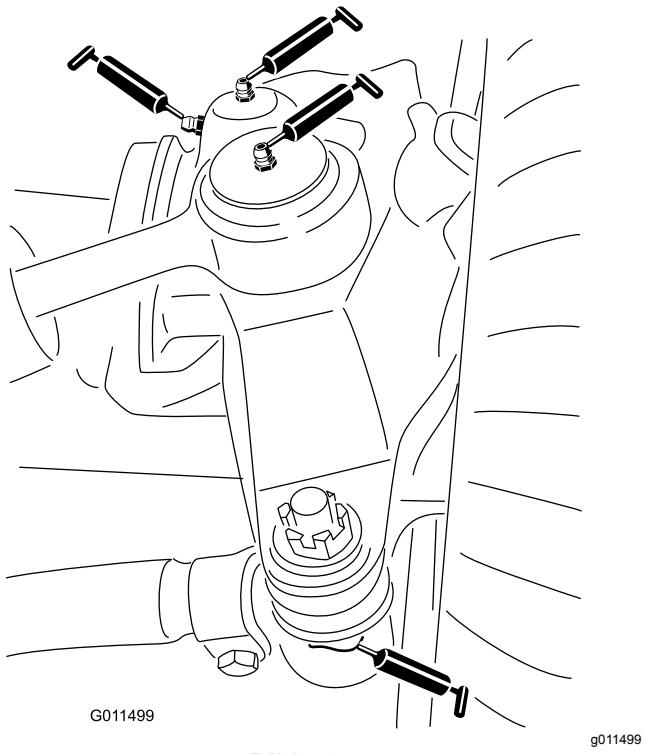

Bild 78
- Zwei Lenkzylinder-Kugelgelenke (Bild 78)
- Zwei Spurstangen-Kugelgelenke (Bild 78)
- Zwei Achsschenkelbüchsen (Bild 78).